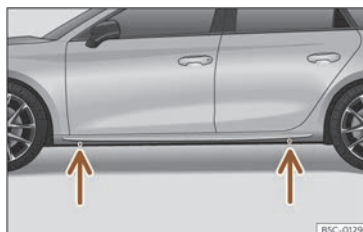

Abb. 249 Aufnahmepunkte für den Wagenheber.
- Suchen Sie am Längsträger die Markierung des Wagenheberaufnahmepunktes (Eindrückung), die dem zu wechselnden Rad am nächsten liegt >>> (Abb. 249).